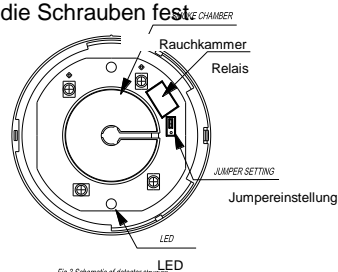

Abb. 3. Schematische Darstellung des Detektors nach Entfernung des Deckels
- Siehe Abb. 3. Entfernen Sie den Jumper neben dem Relais auf der Platine, und stecken Sie ihn nun in die NO-Position.